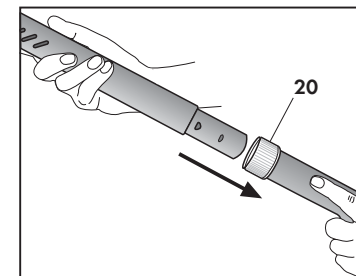

Fig. 11
- E' posizionata alla fine del tubo flessibile e serve per il collegamento delle prolungher rigide o di uno degli altri accessori (Fig. 11).